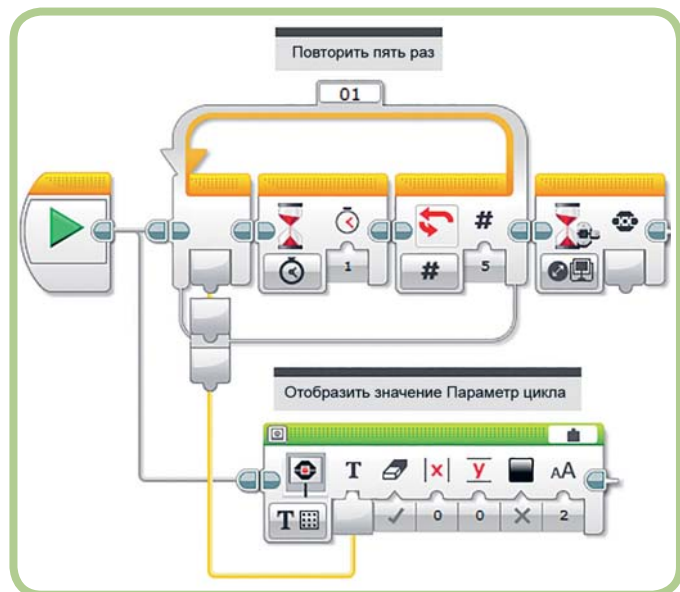

Рис. 18.15. Программа LoopCountTest
В шине данных, которая начинается внутри блока **Цикл** (Loop) и подключается к блоку, находящемуся вне блока **Цикл** (Loop), значение появляется только после выполнения блока **Цикл** (Loop). Это правило продемонстрировано на примере программы *LoopCountTest* (рис. 18.15). Блок **Цикл** (Loop) повторяется пять раз, приостанавливаясь в общей сложности на пять секунд. На блоке **Экран** (Display) в нижней последовательности отображается значение, попавшее в шину данных из вывода **Параметр цикла** (Loop Index) блока **Цикл** (Loop). Поскольку блок **Экран** (Display) находится вне блока **Цикл** (Loop), только последнее значение (4) передается ему с помощью шины данных и только после выполнения блока **Цикл** (Loop). После запуска эта программа приостанавливается на пять секунд, после чего отображается значение «4». Это правило также распространяется на блок **Переключатель** (Switch); в шинах данных, которые выходят из блока **Переключатель** (Switch), значение появляется только после завершения блока **Переключатель** (Switch).